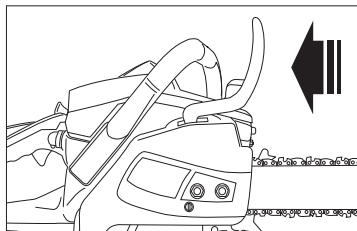

Рис. 4
2. Переместите щиток тормоза цепи в рабочее положение, потянув рычаг на себя. Убедитесь, что цепь вращается вокруг шины (рис. 4).